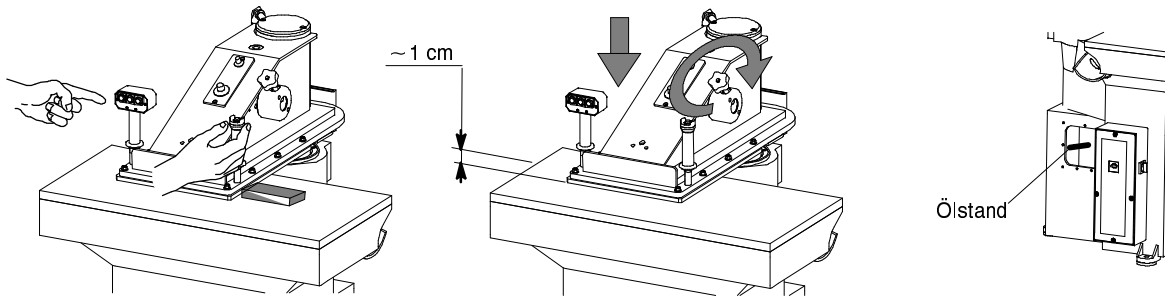

Abb. 9
- Zwischen den Stanzklotz und den Schwenkarm ein etwa 2 cm. großes Holzstück oder ein anderes widerstandsfähiges Material der gleichen Größe legen und die Maschine einige Minuten mittels Kontrollknöpfe (Abb. 9) (die **gleichzeitig gedrückt werden müssen**), betätigen: d.h. den Knopf des rechten Griffs und einen der drei Knöpfe des linken Griffs. Dieser Vorgang wird durchgeführt, um die Luft in den Zylinderleitungen abzulassen. Das zuvor benutzte Stück entfernen und kontrollieren, daß auf dem Arbeitstisch nichts mehr liegt. Das Verstellrad langsam im Uhrzeigersinn drehen bis der Schwenkarm auf etwa 1 cm vom Stanztisch herabsinkt. Den Ölstand im Behälter prüfen und falls nötig bis zur roten Markierung weiteres Ölauffüllen (rechts Abb. 9). Nur so kann geprüft werden, ob richtige Ölmenge aufgefüllt wurde.